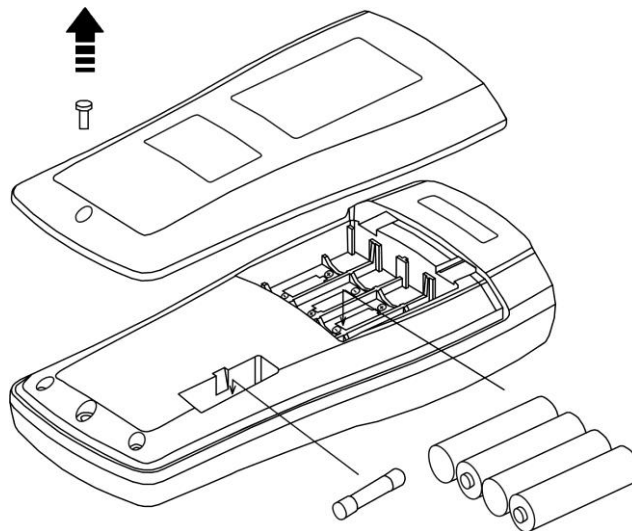

Fig. 11: Sustitución de la pila y fusible interno
3. Quite las pilas e inserte otras del mismo tipo (vea § 7.1.3) observando la correcta polaridad y reposicione la tapa de la pila (vea Fig. 11). Utilice los contenedores adecuados para el reciclaje de las pilas